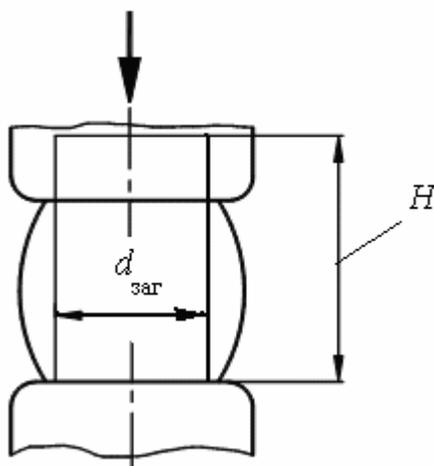

Рис. 34. Схемаковки
*Свободной ковкой* называется процесс деформирования нагретой заготовки между бойками молота или пресса. Суть способа заключается в том, что нагретую заготовку укладывают на нижний боёк, а верхним бойком последовательно деформируют отдельные части заготовки (рис. 34).